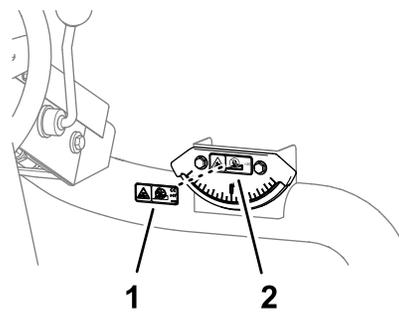

Figura 39
1. Limpe o adesivo de inclinação no indicador de inclinação com álcool e aguarde até que o adesivo seque (Figura 39).
2. Retire a camada de proteção e aplique o adesivo de perigo de inclinação CE ao adesivo de inclinação no indicador de inclinação (Figura 39).